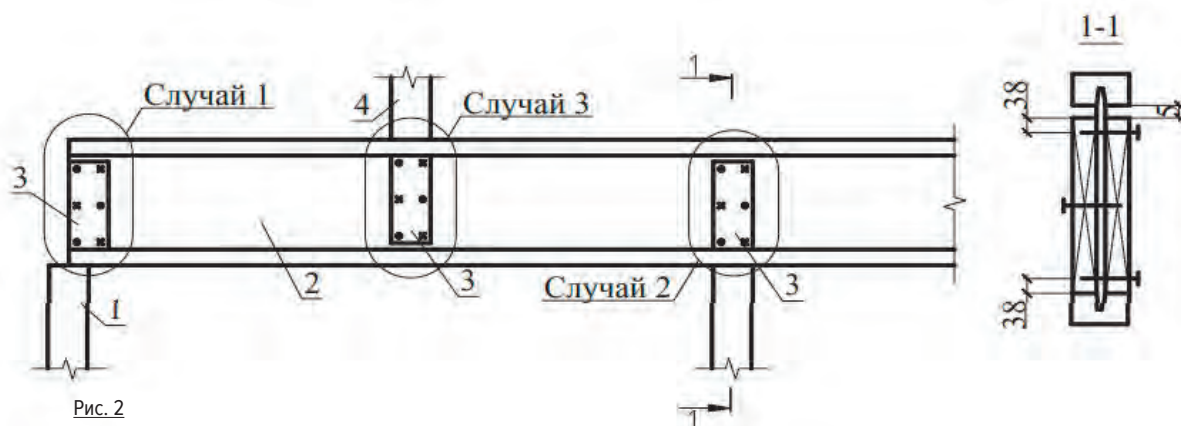

Рис. 2
- случай 1 - боковые стороны фасонных крепежных подвесных элементов не усиливают боковых сторон верхнего пояса балки (рис. 2, 3);
- случай 2 – в местах опирания балок на опоры, при этом усиления приопорных участков балок должны иметь зазор 5 мм на верхнем поясе балки и должны точно и полностью опираться на нижний пояс балки (рис. 2);
- случай 3 - если балки запроектированы для несения сосредоточенных нагрузок более 4 кН, приложенных к верхнему поясу балки. В этом случае зазор 5 мм между элементом усиления и полкой должен находиться на нижнем поясе балки (рис. 2).